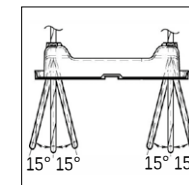
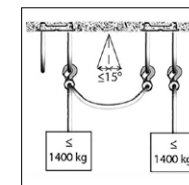
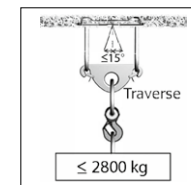

Bild 1a
Bild 1c
Bild 1d
Beide Seilschlaufen der HBL dürfen gleichzeitig mit je 1400 kg und jede für sich in einem Winkel von bis zu  $15^\circ$  zur Vertikalen belastet werden, Bild 1a, 1b. Dabei kann eine Schlaufe als Sicherung von einer Last einer anderen HBL dienen, siehe Bild 1c. Sollen beide Seilschlaufen gemeinsam für eine Last verwendet werden, ist ein geeigneter, zertifizierter Lasthaken z.B. mit Traverse zu verwenden (Bild 1d).
- Die Seilschlaufen derselben HBL dürfen nicht zur gegenseitigen Lastsicherung verwendet werden. Zur Lastsicherung wird immer eine zweite HBL benötigt (Bild 1c).
- Wenn beide Seilschlaufen zum Tragen oder Bewegen derselben Last eingesetzt werden, ist auf eine gleichmässige Lastverteilung auf beide Seilschlaufen zu achten. Zu diesem Zweck bietet Jakob eine Lastbrücke an (Bild 1d).